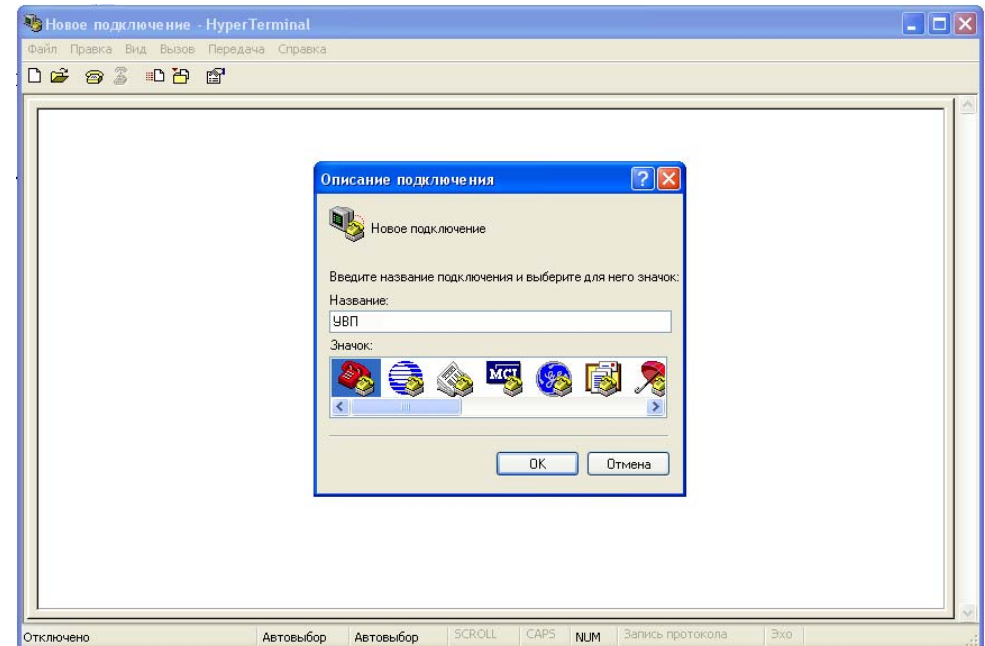

Рисунок 3
- 3) Запустить программу Hyper Terminal (Программы → Стандартные → Связь → Hyper Terminal) и создать новое подключение с произвольным названием, например "УВП" (рисунок 3)